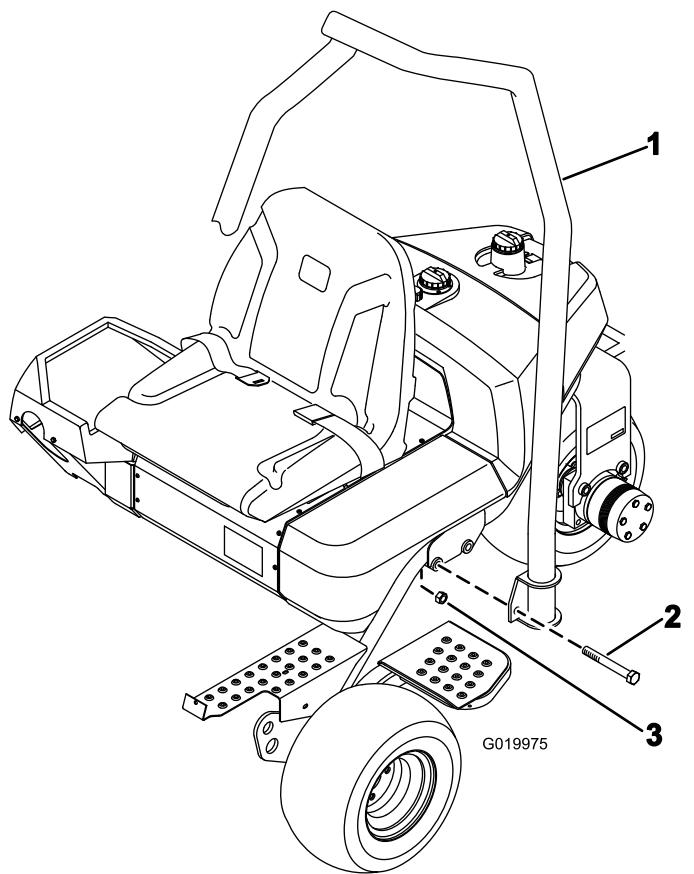

Figura 4
1. Poziționați bara antiruliu astfel încât partea superioară a tubului să fie curbată spre partea din față a mainii (Figura 4).
2. Coborâți bara antiruliu pe cadru, aliniind-o cu orificiile de montare (Figura 4).
3. Fixați fiecare parte a barei antiruliu pe cadru cu 2 uruburi ($\frac{5}{8}$ x 4- $\frac{1}{2}$ ") i contrapiulițe, aa cum se arată în Figura 4.